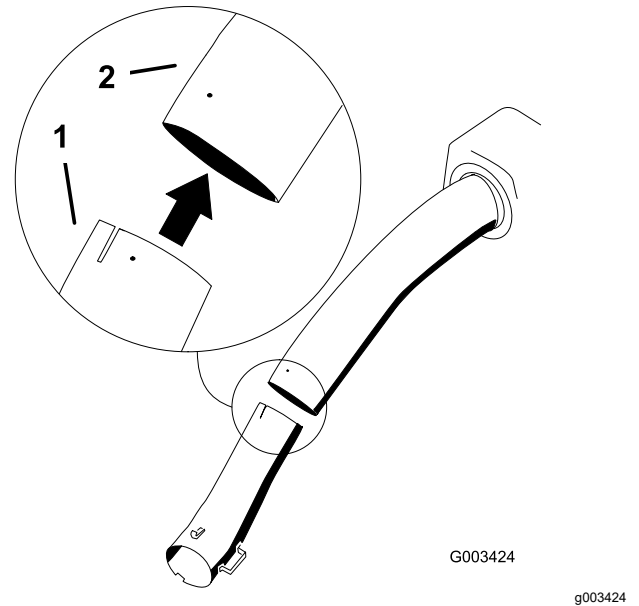

Figure 34
5. Insérez le tube inférieur dans le tube supérieur (Figure 34).